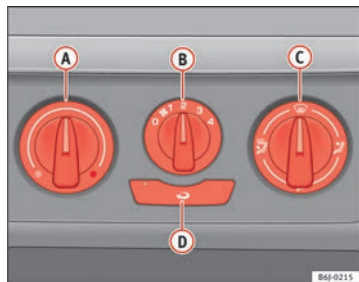

Fig. 92 Sulla plancia portastrumenti: i comandi del riscaldamento
- Ruotare verso sinistra la manopola di regolazione della temperatura ⇒ fig. 92 **A**.
- Ruotare verso destra la manopola di regolazione della temperatura ⇒ fig. 92 **A**, portandola sul livello desiderato.
- Ruotare verso destra la manopola di regolazione della temperatura ⇒ fig. 92 **A**, portandola sul livello di riscaldamento massimo.
- Aprire e orientare la bocchetta ④ verso i finestrini laterali
- Girare la manopola della temperatura ⇒ fig. 92 ①, portandola nel settore del riscaldamento.
- Ruotare la manopola di regolazione della ventola ② posizionandola sul livello 2 o 3.
- Chiudere le bocchette ③.
- Aprire e orientare le bocchette ④ verso i finestrini laterali.